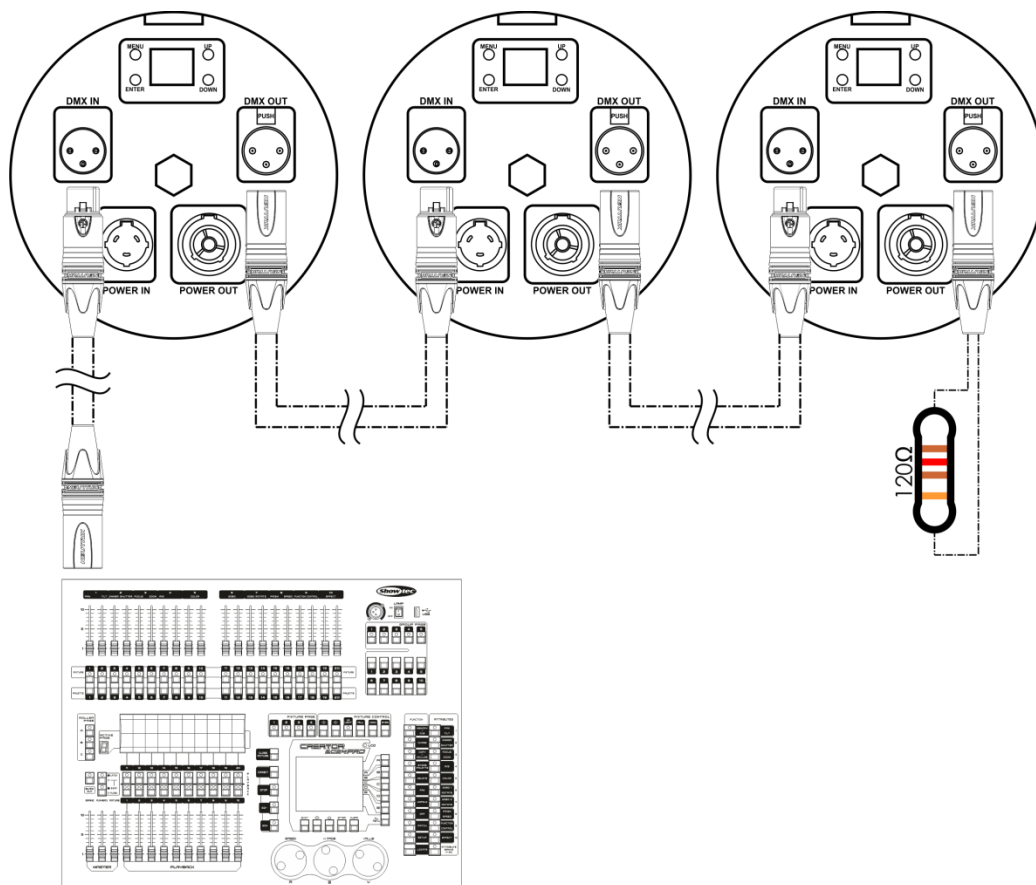

Fig. 04
- 04) Collegare le unità come indicato nella Fig. 04. Collegare un controller luci alla presa DMX "in" del primo dispositivo, servendosi di un cavo DMX. Collegare la presa "out" della prima unità alla presa "in" della seconda unità, servendosi di un cavo di DMX. Collegare la seconda, terza e quarta unità.